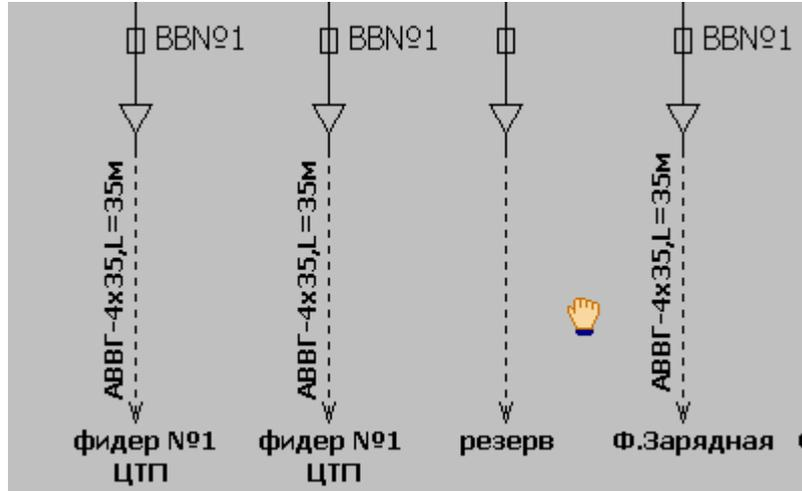

Рис. 4.13.3
- «Перетягиванием» схемы в нужное место. Для этого необходимо в любом не активном месте схемы нажать левую клавишу мышки и передвинуть схему в нужном направлении (рис. 4.13.3);